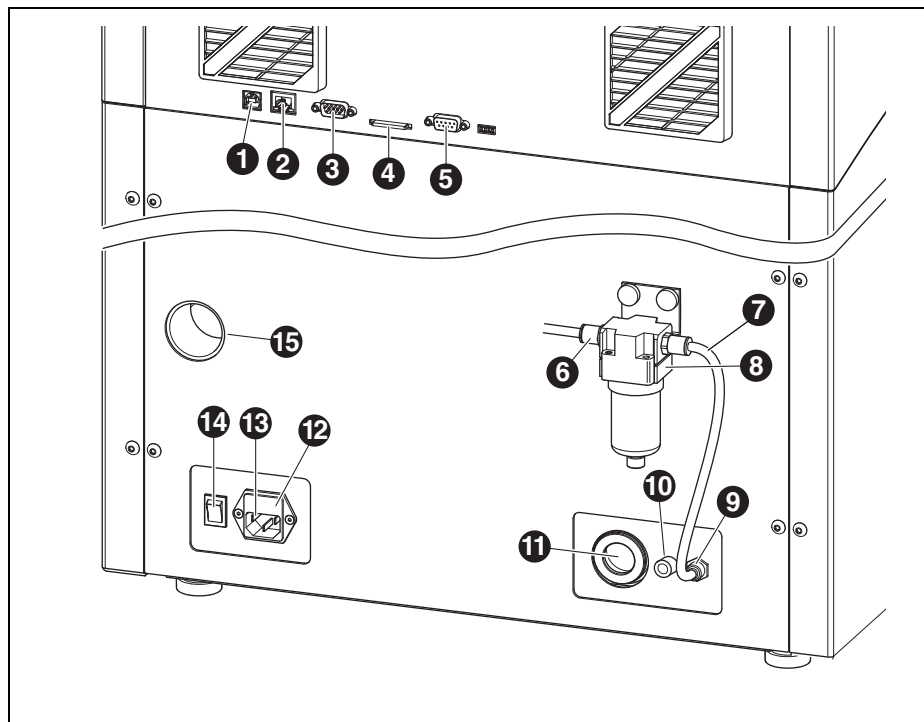

Fig. 3 Vue d'ensemble de l'appareil face arrière
- ▷ Tirez le tiroir ([11] fig. 3 sur la page 96) au-dessous de la fiche du secteur.